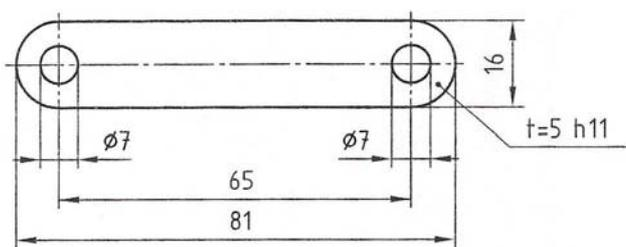

Abb.8: Antriebshebel (Pos.10)
- 31) Skizziere und bemaße den in Abb.8 dargestellten Antriebshebel mit einem Schriftfeld.